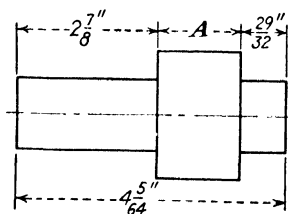

Fig. 18.
17. Find the missing dimension in Fig. 18.